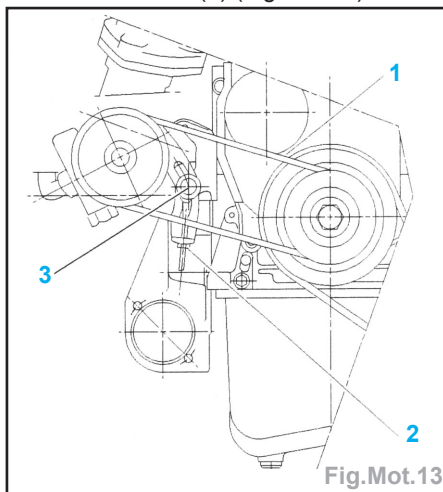

Fig.Mot.13
- Desserrer la vis (3) (Fig.Mot.13).